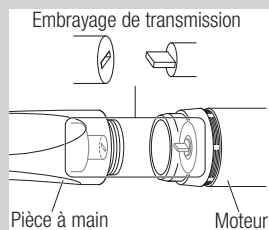

Fig. 5
- En fixant la pièce à main sur le moteur, la vis peut soudainement devenir serrée. Cela est dû au fait que l'embrayage de transmission de la pièce à main du moteur est mal aligné. Dans ce cas, serrer avec force la vis entraînera la casse du moteur. Desserrez la vis, tournez le mandrin de la pièce à main ou la fraise pour aligner l'embrayage de transmission du moteur, puis serrez à nouveau la vis (Fig. 5).